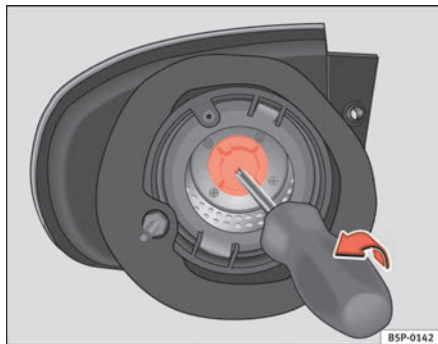

Fig. 193 Luz intermitente.
- Saque el portalámparas del intermitente con ayuda de un destornillador en el sentido de la flecha (ver ⇒ fig. 193)